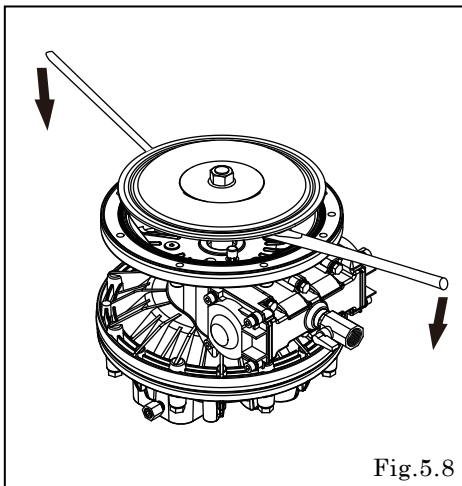

Fig.5.8
- ・片側にダイアフラムを引き出し、Fig.5.8の状態ですアウトチャンバーを取り付ける。
- ・内側のセンターディスクにボールをかけ、反対側に引き出しダイアフラムを反転せる。 [Fig.5.8、5.9]